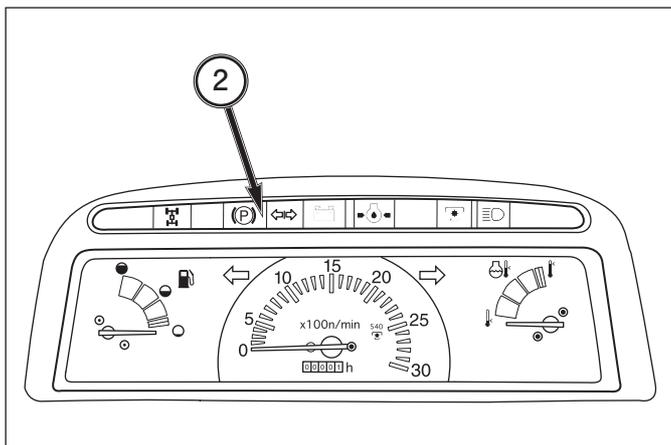

FIG. 4-4
**FIG. 4-4:** La bande de lampes témoins, 2, comprend plusieurs lampes témoins pour surveiller certaines fonctions. Les positions actuellement utilisées (de droite à gauche) sont :